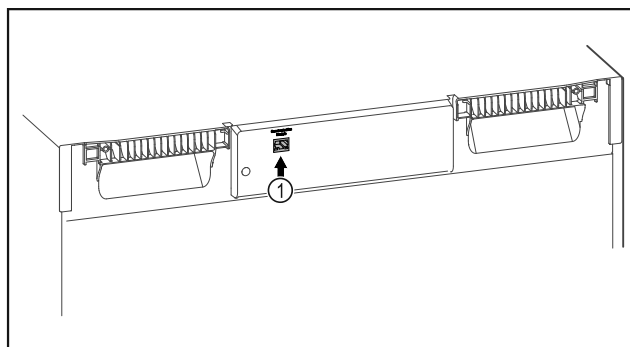

Fig. 103
- ❑ A SmartModule Fig. 103 (1) be van helyezve.